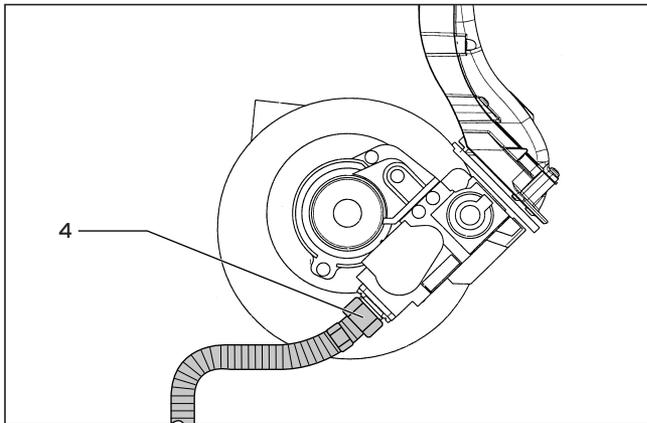
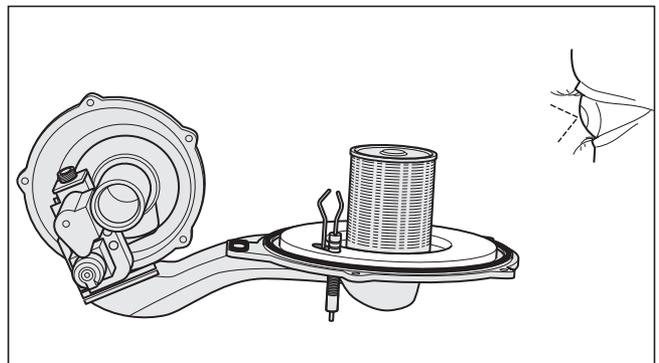

Abb. 7.2 Gasanschluss von der Gasarmatur lösen und wieder anschliessen
Abb. 7.3 Dichtungen (1) erneuern und Brennerflansch-Isolierung (2) prüfen
- Lösen Sie die Befestigungsschraube des Luftansaugrohres (1), und klappen Sie das Luftansaugrohr (2) nach vorne; nehmen Sie dann das Luftansaugrohr vom Ansaugstutzen ab. Bei ecoTEC exclusiv: Zusätzlich Kabel des Luftdrucksensors abziehen.
- Ziehen Sie die beiden Stecker der Zünd- und Erdleitung von der Zündelektrode (3) ab.
- Lösen Sie die Gaszuleitung (4) an der Unterseite der Gasarmatur (Abb. 7.2).
Verbrennungs- und Beschädigungsgefahr durch Austritt heißer Abgase! Beide Dichtungen (1) am Thermo-Kompaktmodul (Abb. 7.3) nach jedem Ausbau des Moduls im Rahmen der Wartung immer austauschen! Brennerflanschisolierung (2) am Thermo-Kompaktmodul (Abb. 7.3) (ET-Nr. 21-0734) darf keine Beschädigung aufweisen. Andernfalls diese ebenfalls austauschen.
- Erneuern Sie die Dichtungen (1)
- Stecken Sie das Thermo-Kompaktmodul (8) auf den Integral-Kondensations-Wärmetauscher (9).
- Schrauben Sie die 5 Muttern (7) gleichmäßig über Kreuz fest.
- Setzen Sie das Luftansaugrohr (2) am Ansaugstutzen auf, und ziehen Sie die Schraube (1) fest.
- Schließen Sie die Gaszuleitung (4) mit einer neuen Dichtung (ET-Nr. 98-0012) an die Gasarmatur an (Abb. 7.2). Verwenden Sie dabei die Schlüsselfläche an der flexiblen Gasleitung zum Gegenhalten.
- Schliessen Sie die beiden Stecker der Zünd- und Erdleitung an die Zündelektrode (3) an.
- Stecken Sie die Kabel (5) am Gebläsemotor und das Kabel (6) an der Gasarmatur an.
Vergiftungs- und Brandgefahr durch Gasaustritt aufgrund von Undichtigkeiten! Gasdichtheit am Gasanschluss (4) mit Lecksuchspray (Abb. 7.2) überprüfen!